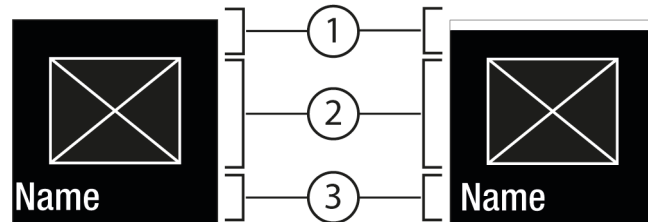
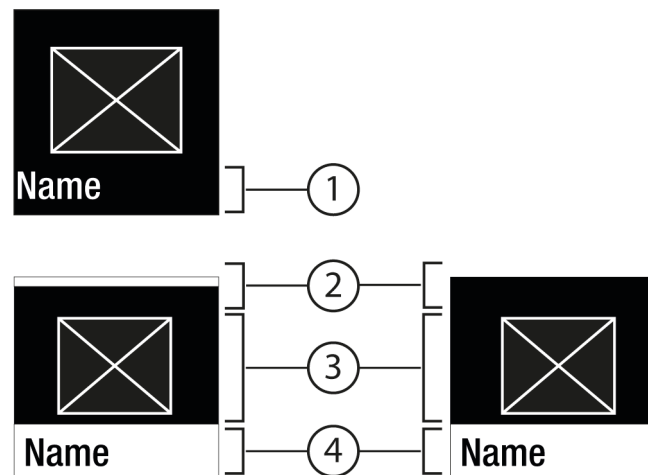

Fig. 6
Fig. 7
- Cu Confirmare Fig. 5 (2) apăsați Submeniul Fig. 7 (4).
- Setări valoarea nouă: Cu Confirmare Fig. 5 (2) selectați o valoare dezactivată Fig. 6 (1).
- Înapoi în meniul: Cu Confirmare Fig. 5 (2) selectați valoarea activată Fig. 6 (2) deja.
- ▷ Starea: activată Fig. 6 (1) apare scurt în submeniu Fig. 7 (4).